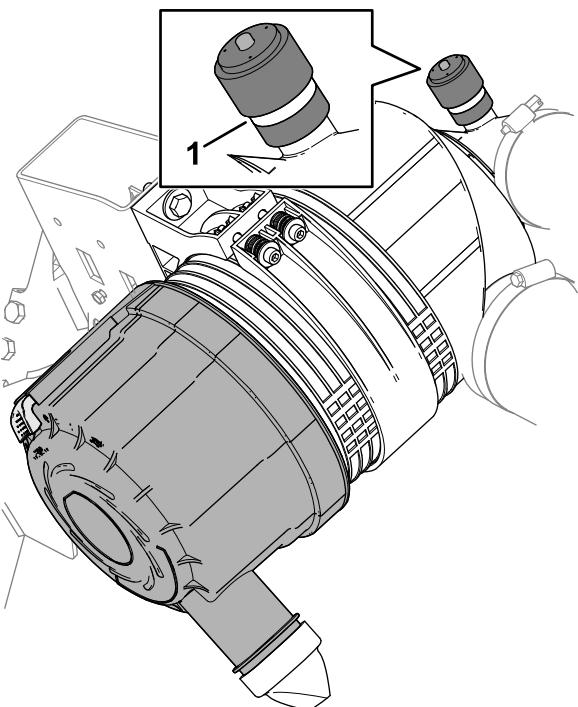

Рисунок 117
- Проверьте индикатор обслуживания, расположенный на конце корпуса воздушного фильтра (Рисунок 117).